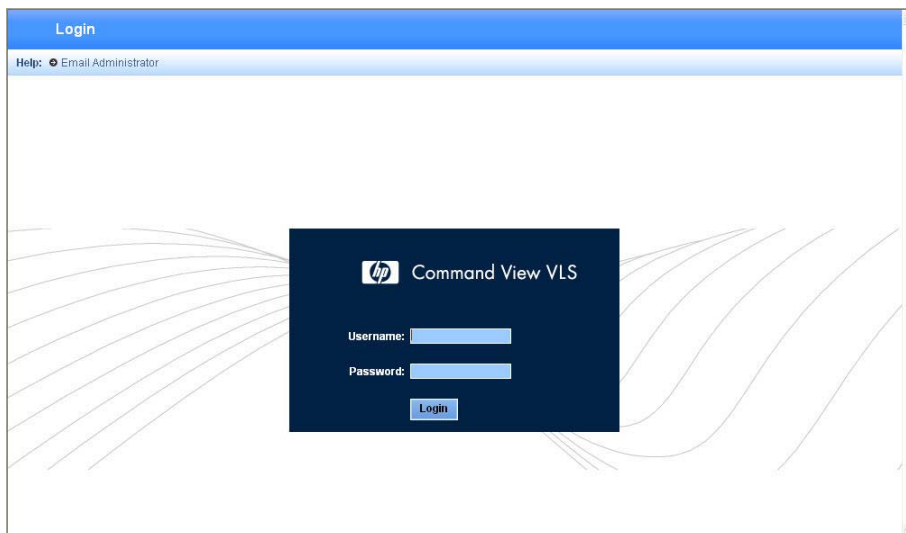

Figure 33 Fenêtre de connexion Command View VLS
4. Entrez `administrator` ou `user` dans la zone **Username** (Figure 33). Pour le nom d'utilisateur la casse doit être respectée.
5. Entrez le mot de passe utilisateur approprié dans la zone **Password** (Figure 33).